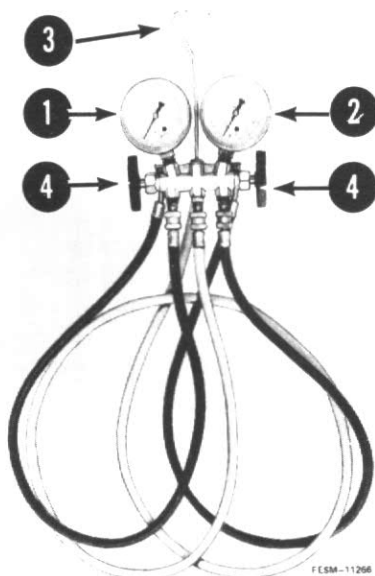

FIGURE 1
- 1) Ensemble de manomètres avec rampe d'essais distributrice (figure 1).